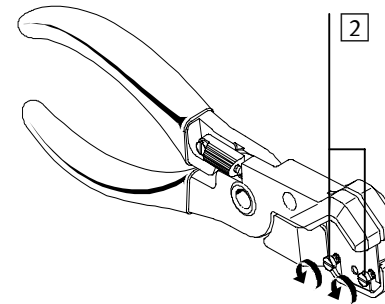

Bild 3 / Fig. 3
1. Loosen the fastening screws (2 in Fig 3).
1. Lossa fästskruvarna (2) på bild 3).